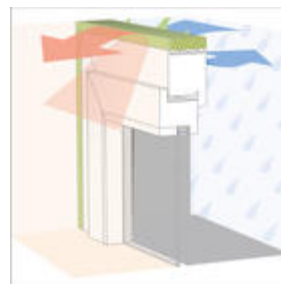

Bild 1: Funktionsprinzip
**Einbauprinzip:** illbruck TP658 illmod trioplex SFI ersetzt drei Abdichtungsprodukte durch eins (Bild 1).